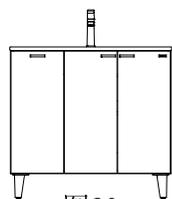

图20
②如图20所示,将台面放置于固定好的柜体上,调节左右两侧位置至均匀,将多余硅胶清理干净,并保证台面与柜体间无缝隙,以免使用时水从台面与柜体的缝隙流入柜体。